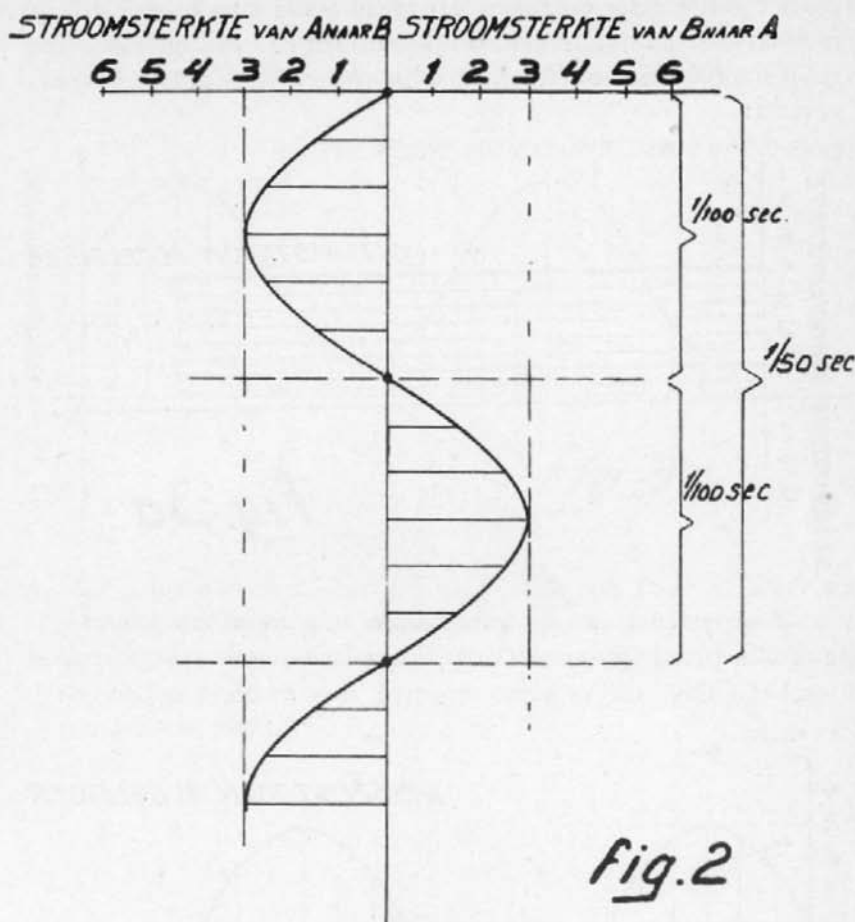

Fig. 2
- d. Door de grafische voorstelling (fig. 2) goed te bekijken, volgen verschillende begrippen van zelf. Bijv. onder op de figuur is reeds het begin gemaakt van een *gelijke golflijn* als de eerst geteekende. Wil men het doorgaan van den wis-
selstroom verder grafisch vastleggen, dan zal die eerste golflijn zich periodiek herhalen. Men noemt nu den tijd, die verloopt, nadat de stroom van A naar B begon te vloeien, totdat dit weer gebeurt, *een periode*. (Dus één schommeling van de electriciteit). *De duur der periode in fig. 2 is  $1/50$  seconde.*
- e. Verder noemt men het aantal *perioden* (schommelingen) per seconde, de *frequentie*. *In Fig. 2 is de frequentie van den wisselstroom dus 50.*